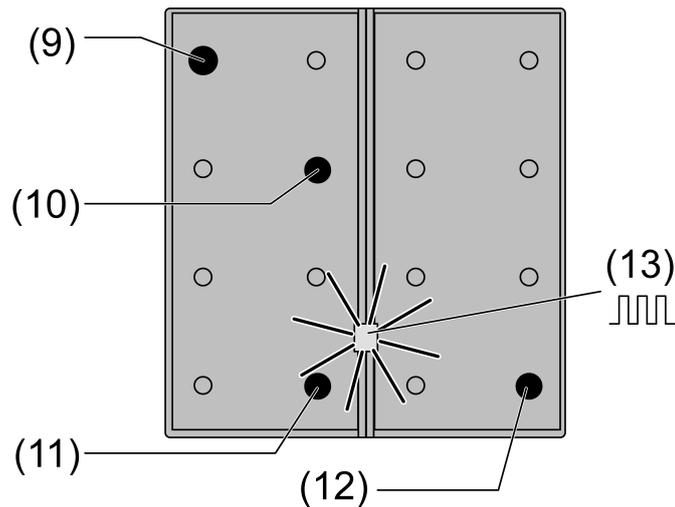

рисунок 3: Активизация режима программирования
- В зависимости от версии прибора (1...4 кнопки), нажмите и удерживайте кнопку сверху слева и кнопку снизу справа (см. рисунок 3).
- В зависимости от версии прибора (1...4 кнопки), нажмите кнопку сверху слева и кнопку снизу справа (см. рисунок 3) и удерживайте нажатой > 5 секунд до тех пор, пока светодиод рабочего режима не начнет быстро мигать (ок. 4 Гц).